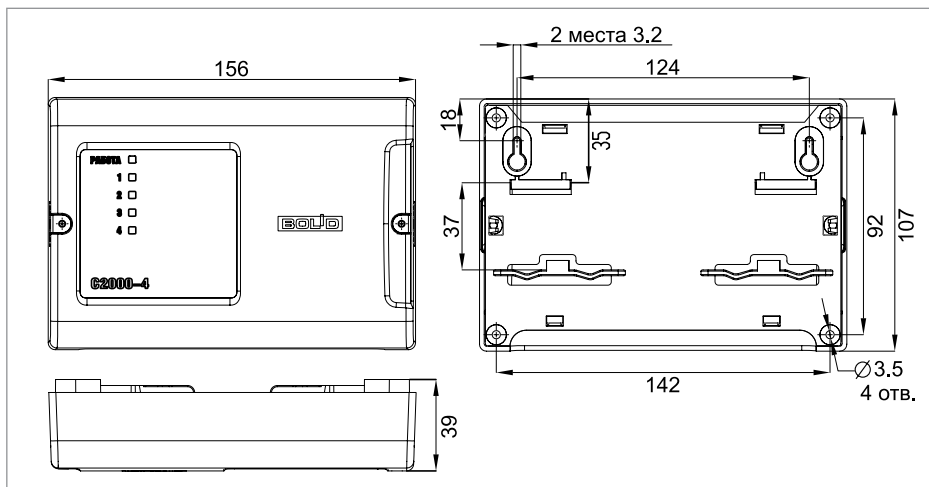

Рисунок 20. Внешний вид и габаритные размеры изделия
1.1. Вариант 1 (Навешивание изделия на два шурупа и фиксация третьим шурупом). Наметьте на стене места для трех установочных отверстий (двух верхних, имеющих форму пазов для навешивания, и одного из нижних на выбор) в соответствии с габаритным чертежом (см. Рисунок 20).